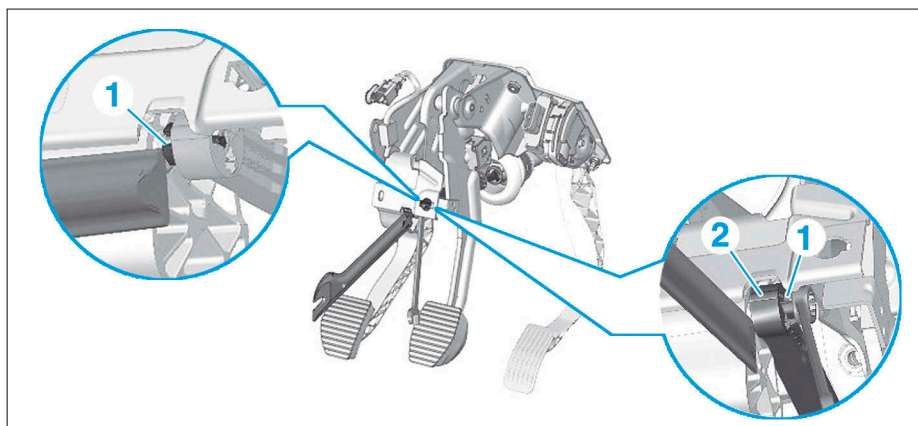
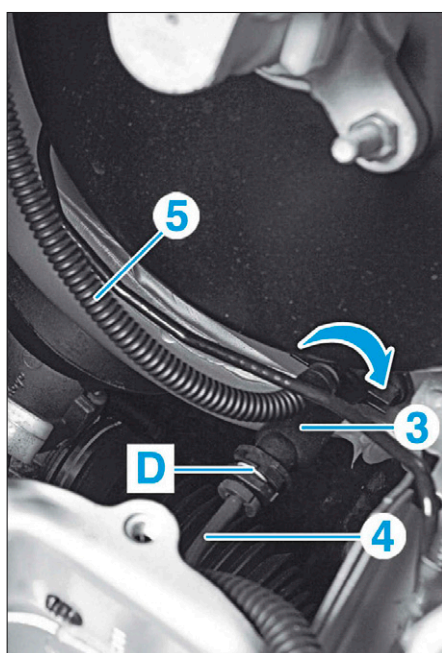

FIG. 6
FIG. 7
- Pincer, à l'aide d'une clé à œil de 10 mm, les ergots de l'agrafe (1) tout en écartant la tige (2) du pédalier à l'aide d'une palette plastique (Fig.6).
- Dégager, à l'aide de la palette plastique l'agrafe (1).
- Déverrouiller l'agrafe en "D" (Fig.7).
- Vérifier que la tige du (2) est correctement fixée au pédalier (Fig.6).